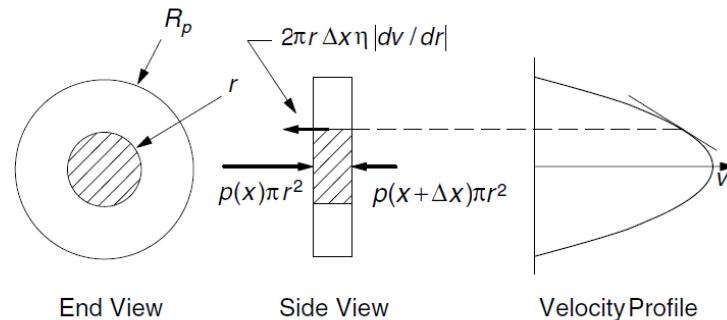

FIGURE 1.27. Longitudinal and transverse cross sections of the tube. Newton's first law is applied to the shaded volume.
- Nesse caso, o perfil de velocidades deve ser como mostrado na Fig. 1.27: zero nas paredes e máximo no centro
- Quais são forças que atuam no fluido contido no cilindro sombreado da Fig. 1.27?